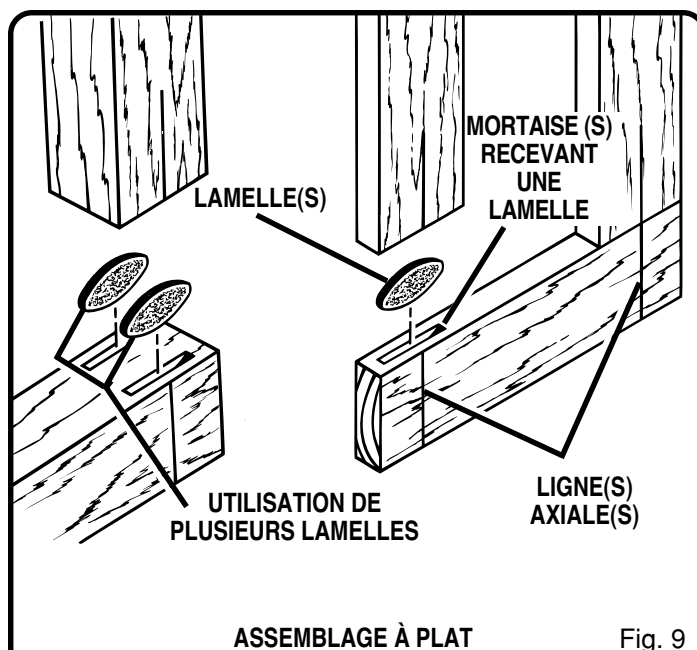

Fig. 9
Pour l'assemblage de pièces de bois épaisses de 1-1/2 po, placez deux lamelles l'une au-dessus de l'autre. Par exemple, pour l'assemblage de pièces de bois de 2 x 4 po. Voir figure 9. Pour assembler des matériaux encore plus épais, utilisez des lamelles additionnelles, placées les unes au-dessus des autres.
Voir figure 9.
15. Finalement, séparez les composants et introduisez de la colle dans chaque cavité. Appliquez également de la colle sur toute la surface de l'assemblage. Réinsérez les lamelles et assemblez les pièces de l'assemblage. Voir figure 9.